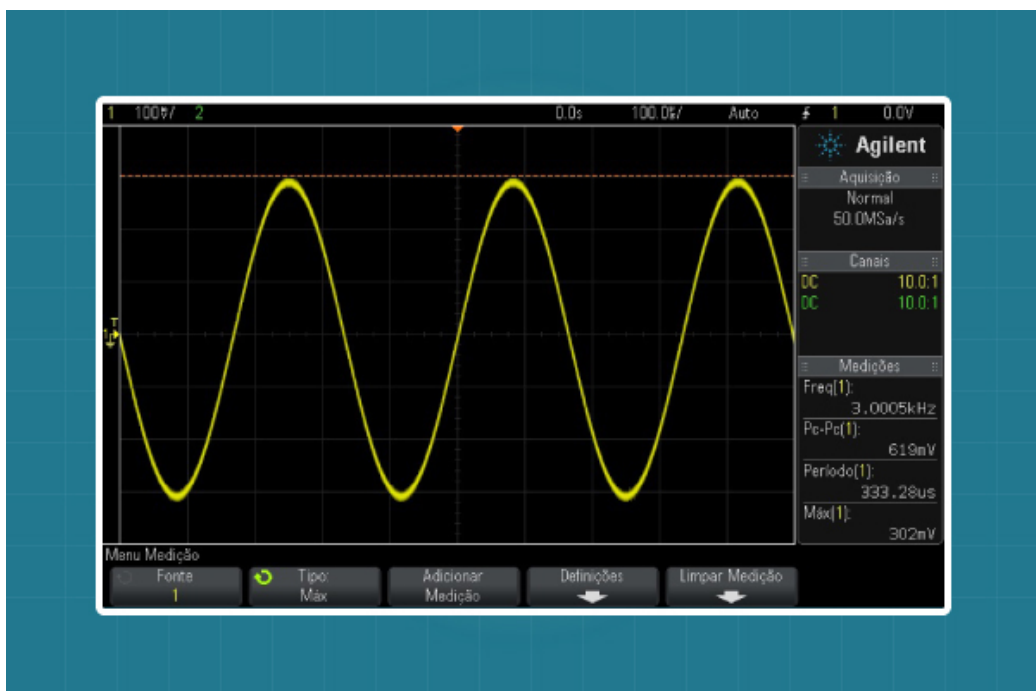

Figura 12 - Exemplo de um sinal AC medido por meio do osciloscópio.
1. A **Figura 12** apresenta os resultados da medição automática para um sinal senoidal. Calcule os valores de V_p (tensão de pico), V_{pp} (pico a pico), período e frequência. Os valores automáticos coincidem com os valores calculados?